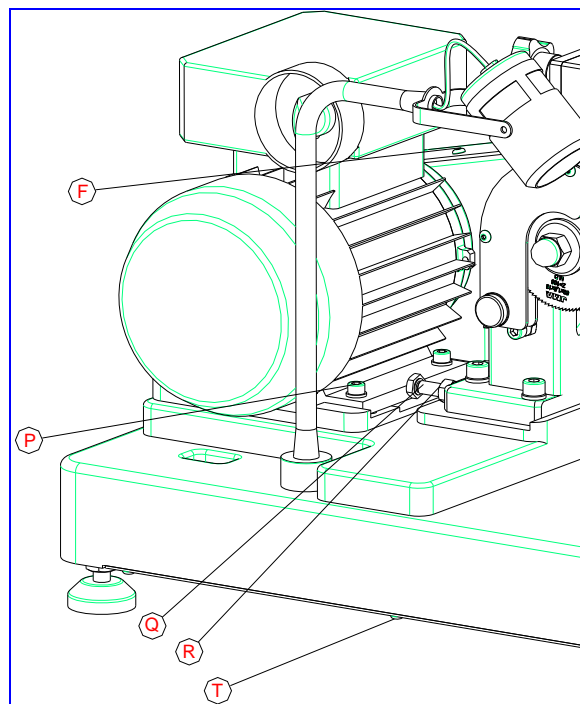

Fig.17
2. Soltar los tornillos (T) que amarran la chapa de protección inferior.
3. Aflojar los cuatro tornillos (P) que sujetan el motor utilizando una llave allen y fija.
5. Para tensar la correa girar el tornillo (Q) que hace de tope, moviendo la posición del motor hacia la parte trasera, una vez tensado la correa fijar la posición haciendo contratuerca y apretar los cuatro tornillos (P) que sujetan el motor.
6. Para sustituir la correa se realizaran las mismas operaciones del tensado. Para colocar las correas nuevas soltar la tapa de protección de la correa (F). Ver Fig.17